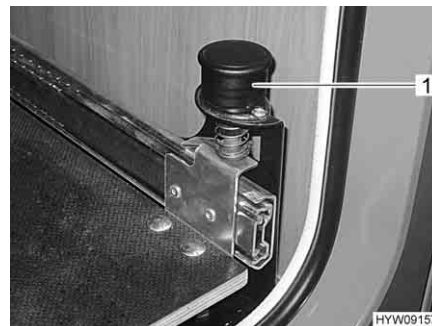

Fig. 118 Pomello con arresto
- Tirare verso l'alto il pomello (Fig. 118,1). La base estraibile del vano portabombole è sbloccata.